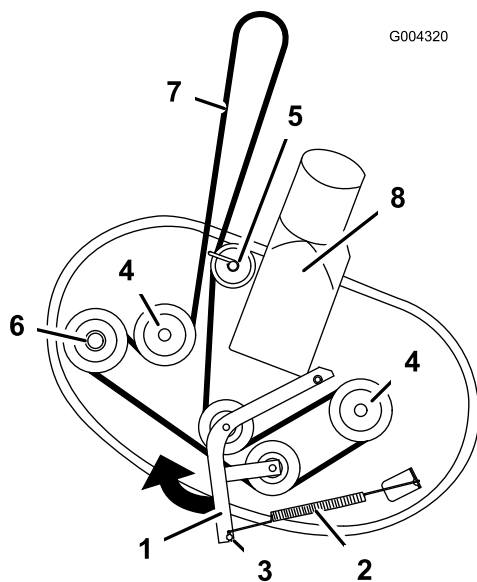

Figura 59
4. Afloje el herraje que sujeta la guía de la correa a la polea trasera (Figura 59).
5. Tire del brazo tensor en el sentido que muestra Figura 59 y retire la correa de las poleas.
6. Pase la correa nueva alrededor de las poleas del motor y del cortacésped (Figura 59). Instale la correa nueva por debajo de la guía de la correa y alrededor de la polea trasera.
7. Tire de la polea tensora en el sentido que muestra Figura 59 y pase la correa por la polea tensora y las poleas de los ejes (Figura 59).
8. Apriete el herraje que sujeta la guía de la correa a la polea trasera (Figura 59).